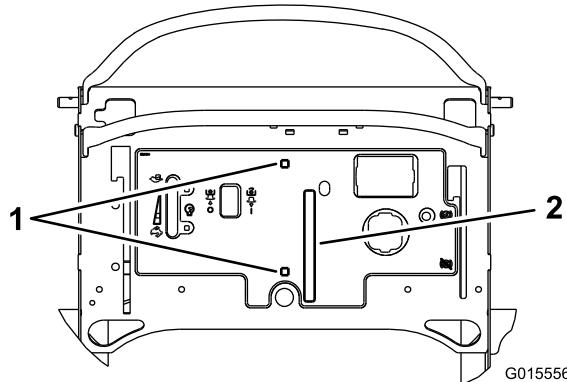

図 9
- タワーを「型紙」にして、速度コントロール用レバーのためのスロットと、キャリッジボルト用の穴を、デカルに開ける（図 9）。